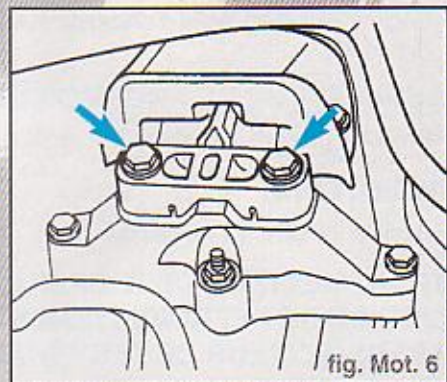

fig. Mot. 6
- Dévisser d'en haut, côté BV, la fixation de l'ensemble mécanique du support de BV (fig Mot. 6).